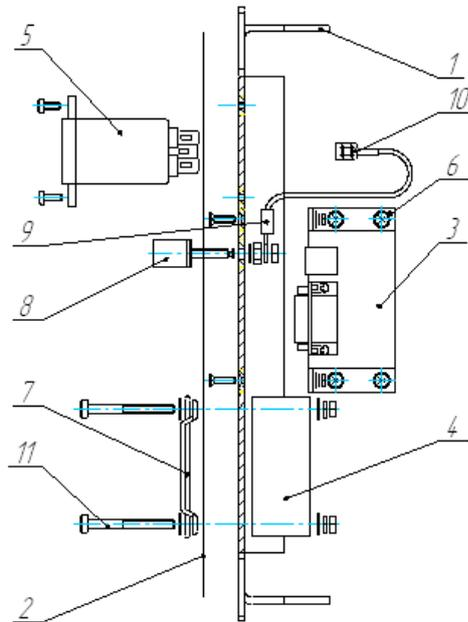

Рисунок 3.9 - Панель задняя блока высокоомного
3.6.5.3 Сборка панели задней изображена на рис. 3.9.